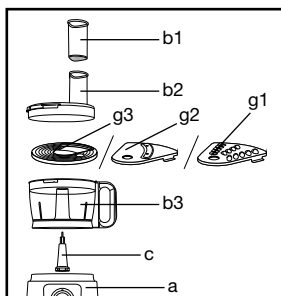

fig. 4a
- Coloque la lámina elegida (g1) o (g2) en el porta láminas (g3) (fig 4a), empuje el adaptador de accesorios (c) todo lo que sea posible a través de la lámina (g) y bloquee el conjunto, a continuación, accione la velocidad sólo después de bloquear y tapar el recipiente (fig 4a).